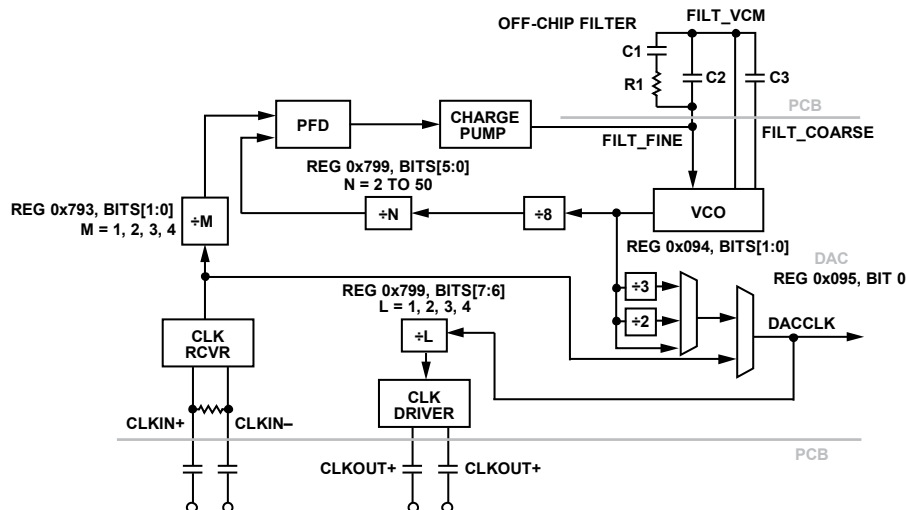

図 90. DAC PLL とクロック・パスのブロック図
AD9174は、CLKIN±ピンに加えられた25MHz～3080MHzの範囲の外部リファレンス周波数 (f_{REF}) からDACクロック (f_{DAC}) を生成できる、インテグラーPLL/VCO ブロックを内蔵しています (図 90 を参照)。オンチップ PLL を使用する場合は、レジスタ 0x793 のビット [1:0] を介して前置分周器を選択し、リファレンス周波数を内部で分周し、位相周波数検出器 (PFD) 回路ブロック入力 の 25MHz～770MHz の範囲内に入るようにします。レジスタ 0x095 のビット 0 を 0 に設定することにより、DAC PLL シンセサイザをイネーブルします。
チャージ・ポンプ (CP) 出力から必要な VCO 制御電圧を生成するために、AD9174 の DAC PLL には外付けループ・フィルタが必要です。推奨するフィルタは、図 90 に示すフィルタと同様なトポロジのパッシブ・ローパス・フィルタです。一般に、最初に周波数がロックされた後、ループが安定した状態で周波数が変化している間は、フィルタの通過帯域幅 (帯域幅) とループ応答時間がトレードオフの関係になります。ほとんどのアプリケーションで最適な性能が得られる適切なフィルタのレイアウトと部品の選択については、AD9174-FMC-EBZ 評価用ボードの技術文書を参照してください。しかしながら、フィルタは、PFD 周波数、リファレンス・クロックの位相ノイズ、DAC 出力の位相ノイズなどの条件に従って、個別のアプリケーションに合うようにカスタマイズすることができます。例えば、PLL を使用している場合に DACCLK ジッタを低減させるために、PFD